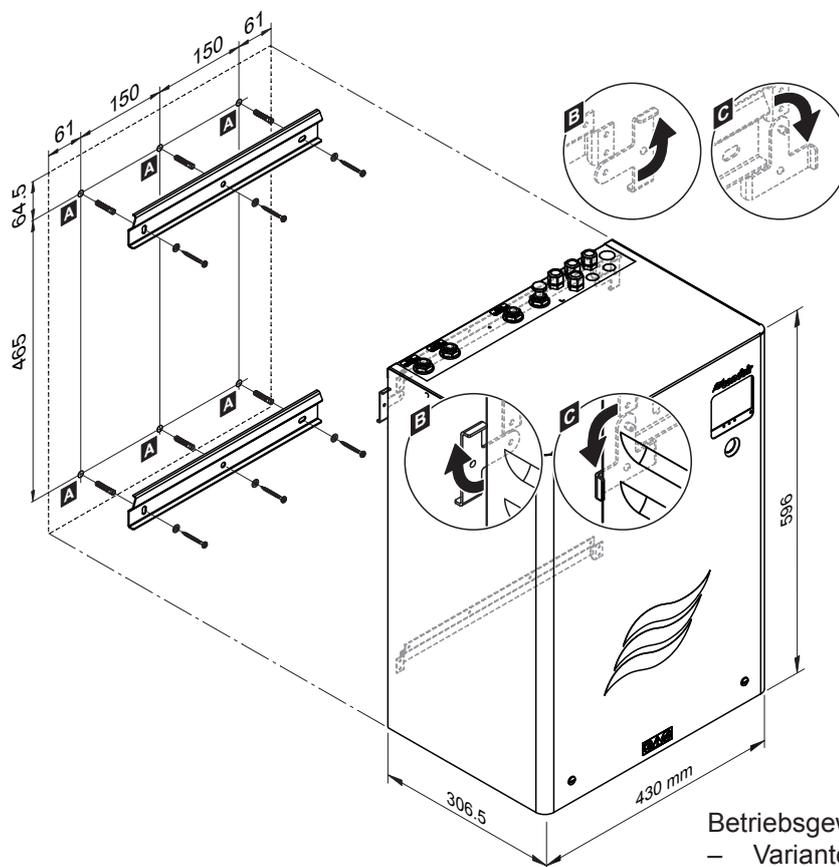

Abb. 19: Montage der Hydraulikeinheit (Dimensionen in mm)
3. Die Arretierlaschen auf beiden Seiten der Hydraulikeinheit nach aussen drehen (geöffnete Position, siehe *Detail "B"* in *Abb. 19*).
4. Die Hydraulikeinheit in die Wandhalterungen einhängen. Anschliessend die beiden Arretierlaschen auf der Rückwand der Hydraulikeinheit nach innen drehen (geschlossene Position, siehe *Detail "C"* in *Abb. 19*), um die Hydraulikeinheit an der oberen Wandhalterung zu fixieren.